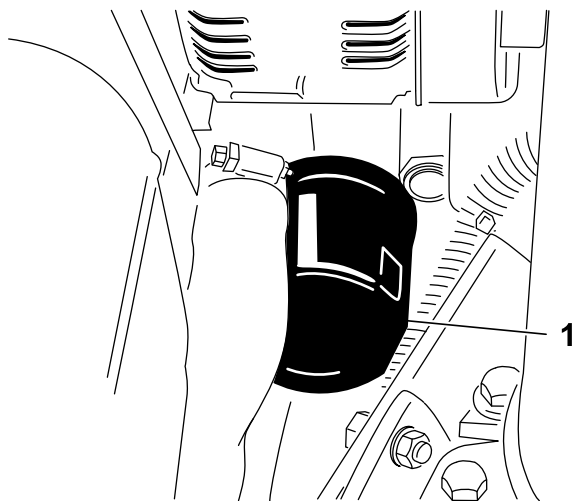

**Figura 44**
1. Retire cualquiera de los tapones de vaciado (Figura 44) y deje fluir el aceite en un recipiente apropiado. Cuando el aceite deje de fluir, coloque el tapón de vaciado.